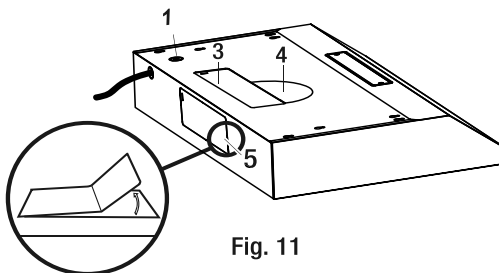

Fig. 11
- Escoja el orificio de ventilación para su tipo de instalación. Utilice el orificio superior (3 & 4) para una instalación de ventilación por la parte superior y el orificio posterior (5) para una instalación de ventilación por la parte posterior.
- Retire con cuidado la tapa (3, 4 o 5) del orificio de ventilación adecuado utilizando un destornillador plano o pinzas de punta de aguja (consulte la Fig. 11). Tenga cuidado de no dejar restos dentro de la campana extractora (A).